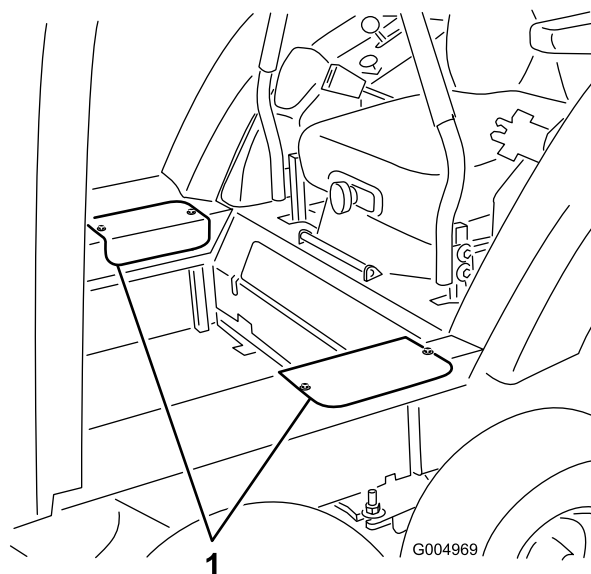

Figura 76
6. Retire los dos tornillos que sujetan cada tapa de acceso lateral, y retire las tapas (Figura 76).